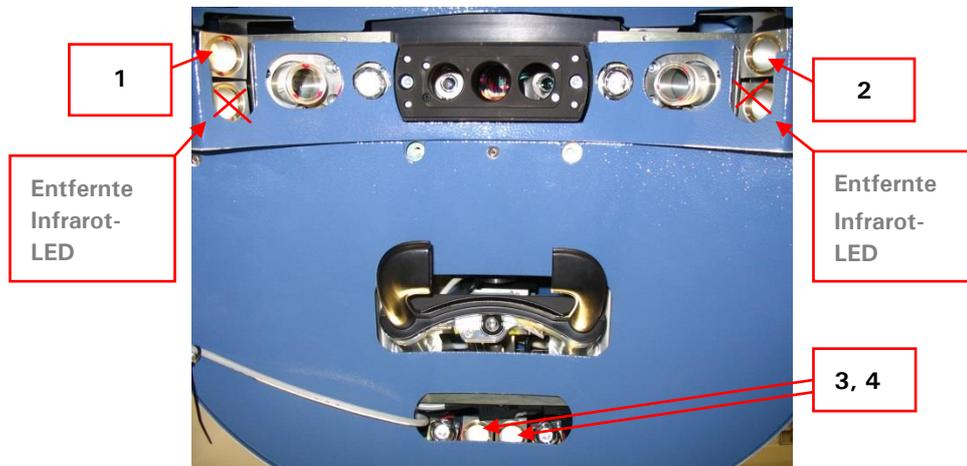

Abbildung 8-14: Infrarot-LEDs des Eyetracking (seit Juni 2022)
Die Infrarotbeleuchtung des AMARIS Eyetracking liefern **vier (4)** LEDs, die an der Unterseite des Laserarms angebracht sind Abbildung 8-14.